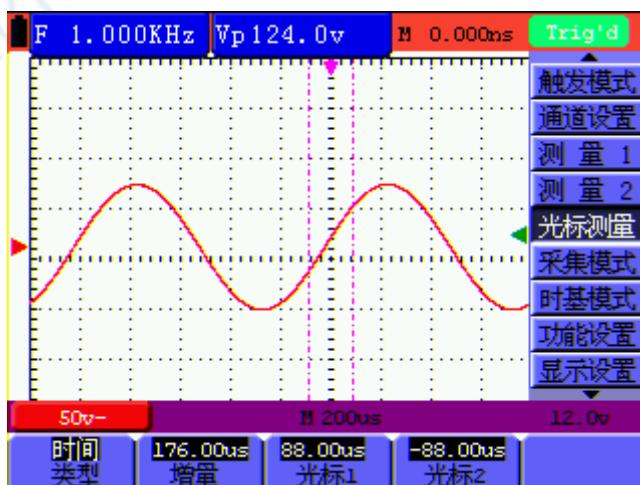

图 47：光标时间测量
5. 这时，调整 OPTION ▲或 OPTION ▼，可看到虚线 T1 左右移动，同时屏幕会显示出 T1 相对于 屏幕中点位置 的时间值，调整 OPTION ◀或 OPTION ▶，可看到虚线 T2 左右移动，同时屏幕会显示出 T2 相对于 屏幕中点位置 的时间值。见图 47：